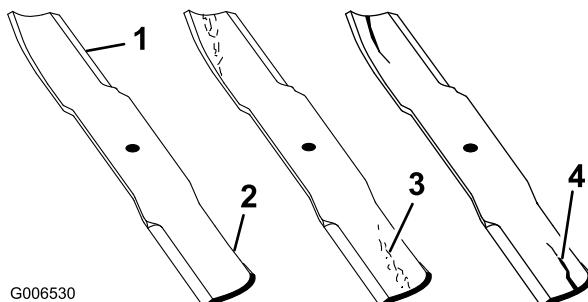

図 31
2. ブレードの切っ先を注意深く観察、特に、直線部と曲線部が交わる部分をよく観察する（図 31）。この、直線部と曲線部の交差域は、砂などによる磨耗が進みやすい部分なの
で、機械を使用するまえによく点検することが必要。磨耗が大きい場合には（図 31）危険であるから交換する；「ブレードの取り外し」を参照。
ブレードの磨耗を放置すると、ブレードのセール部と平坦部との間に割れ目が発生する（図 31）。この割れ目が拡大すると、最終的にはブレードがちぎれてハウジングの下から飛び出し、これがオペレータや周囲の人間に重大な人身事故となる。